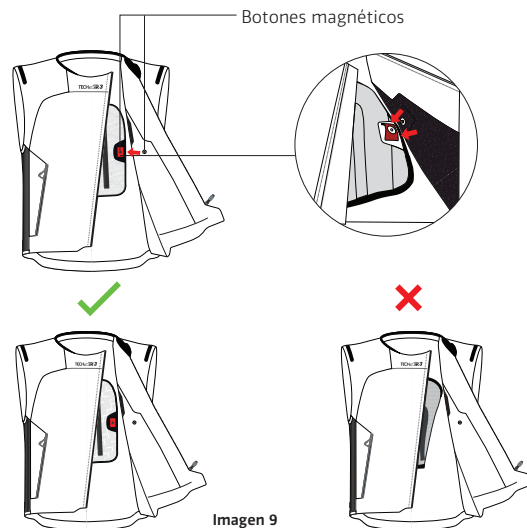

Imagen 9
1. Póngase el Sistema y fije el airbag de la zona del pecho mediante los botones magnéticos del chaleco (Imagen 9).
2. Cierre la cremallera de activación (1) desde abajo hacia arriba y espere a que el Sistema se encienda.
3. El cierre correcto de la cremallera de activación (1) y el encendido del Sistema están señalados por el encendido del visualizador LED (2) y por la presencia de una vibración en la misma zona.
4. Una vez encendido el Sistema, compruebe el visualizador LED (2) para verificar que el Sistema se ha puesto en marcha correctamente (véase el apartado 13 «Indicaciones del visualizador LED»). En particular, el usuario debe comprobar que no exista ninguna falla en el Sistema después de la puesta en marcha del mismo.